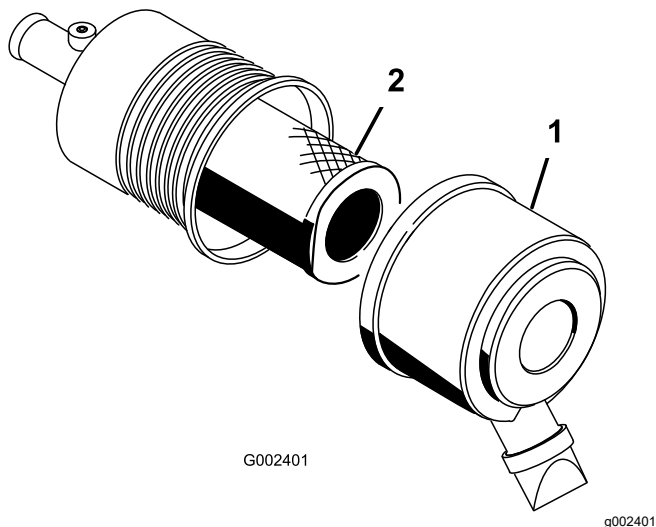

Bild 97
1. Lösen Sie die Riegel am Luftfilter und ziehen Sie die Abdeckung vom Luftfiltergehäuse ab (Bild 97).
3. Schieben Sie den Filter vorsichtig aus dem Luftfiltergehäuse heraus (Bild 97).
5. Schieben Sie den Filter vorsichtig auf das Gehäuserohr (Bild 97).
6. Bringen Sie die Luftfilterabdeckung mit der Seite nach oben an und rasten Sie die Riegel ein (Bild 97).